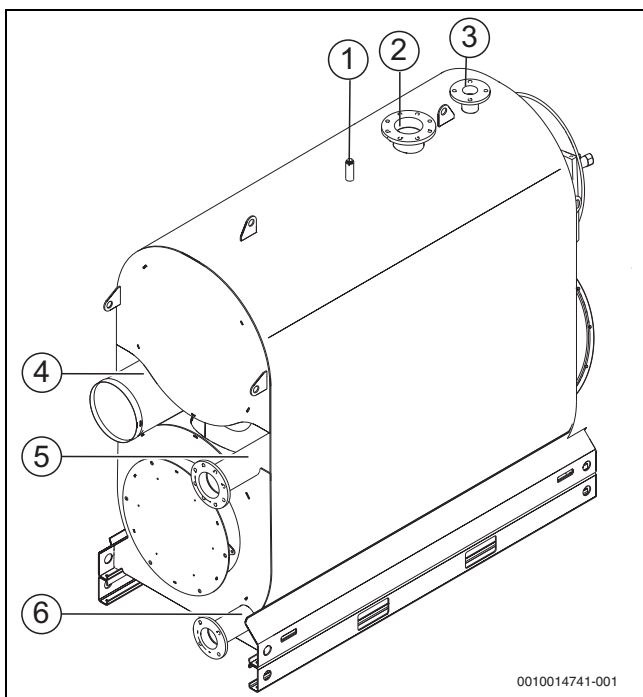

Fig. 12 Ligações da caldeira
- ▶ Ligar o avanço do aquecimento à ligação de avanço [VK] da caldeira (→ fig. 12, [2], página 19).
- ▶ Válvula de segurança na ligação da tubagem de segurança do avanço [VSL] (→ fig. 12, página 19).